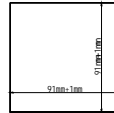

图 8-4
- 2、数值调好后，按 ENT 键结束，仪表将跳转至测量状态，如图 8-4 显示。